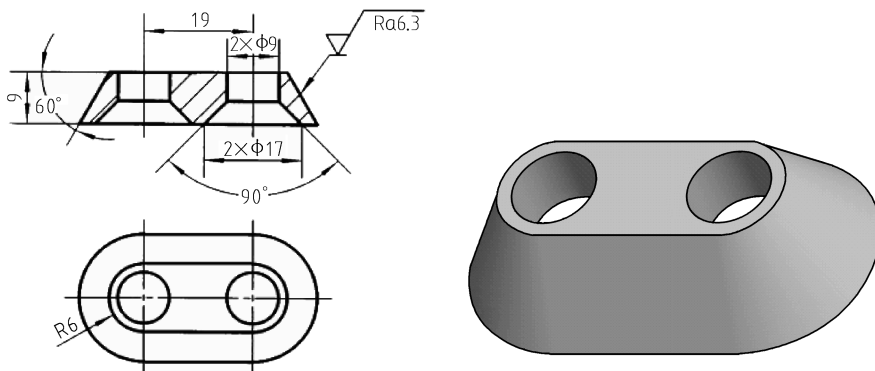

图 7-131 楔
(5) 使用拔模工具和孔工具，利用图 7-131 所给工程图的尺寸，完成立体模型。